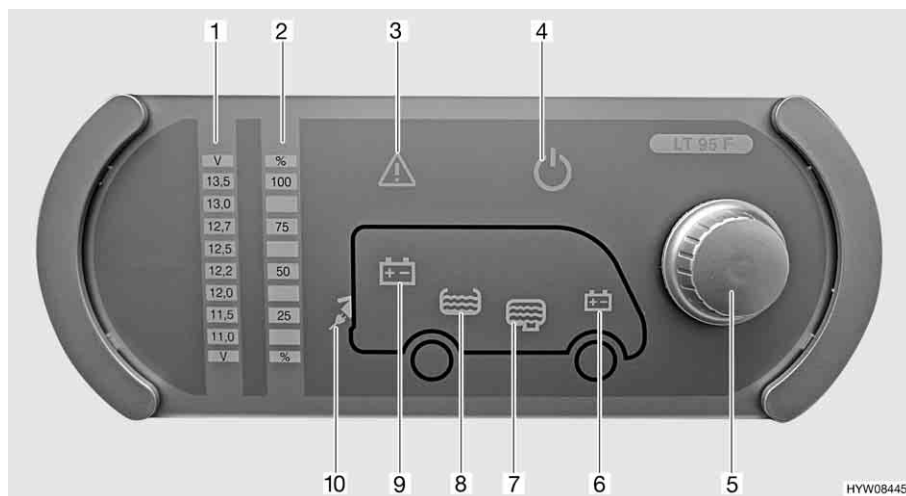

Fig. 98 Pannello di controllo (LT 95)
Il pulsante a rotazione (Fig. 98,5) inserisce o disinserisce il pannello di controllo e l'alimentazione a 12 V dell'abitacolo.
- Premere il pulsante a rotazione (Fig. 98,5): L'alimentazione a 12 V dell'abitacolo è inserita. La spia di controllo a 12 V (Fig. 98,4) diventa verde.
- Premere il pulsante a rotazione (Fig. 98,5): L'alimentazione a 12 V dell'abitacolo è disinserita. La spia di controllo a 12 V (Fig. 98,4) si spegne.
Mediante il pulsante a rotazione (Fig. 98,5) si possono interrogare sia la tensione della batteria dell'abitacolo che la tensione della batteria di avviamento. La tensione viene visualizzata sulla scala indicatore per la tensione della batteria (Fig. 98,1).
- Ruotare il pulsante a rotazione (Fig. 98,5), finché si accende il simbolo della batteria della quale deve essere interrogata la tensione.
Viene indicata la tensione della batteria dell'abitacolo (Fig. 98,9)
Viene indicata la tensione della batteria di avviamento (Fig. 98,6)
- Leggere la tensione sulla scala indicatore della tensione della batteria (Fig. 98,1).
Mediante il pulsante a rotazione (Fig. 98,5) si possono interrogare sia il livello del serbatoio dell'acqua che il livello del serbatoio delle acque grigie. Il livello viene visualizzato sulla scala indicatore livello dei serbatoi (Fig. 98,2).
- Ruotare il pulsante a rotazione (Fig. 98,5), finché si accende il simbolo del serbatoio del quale deve essere interrogato il livello.
Viene indicato il livello del serbatoio dell'acqua (Fig. 98,8)
Viene indicato il livello del serbatoio delle acque grigie (Fig. 98,7)
- Leggere il livello sulla scala indicatore del livello serbatoio (Fig. 98,2).
La spia luminosa Alarm (Fig. 98,3) lampeggia non appena i valori limite fissati vengono superati per eccesso o per difetto.
La spia luminosa Alarm (Fig. 98,3) lampeggia non appena la tensione della batteria scende al di sotto di 11 V. Se l'alimentazione a 12 V è accesa, si accende anche il relativo simbolo della batteria (Fig. 98,6 o 9), e l'indicatore "11,0" sulla scala indicatore della tensione della batteria (Fig. 98,1) lampeggia. Rischio di uno scaricamento totale della batteria.
La spia luminosa Alarm (Fig. 98,3) lampeggia ed il relativo simbolo del serbatoio (Fig. 98,7 o 8) si accende non appena il serbatoio dell'acqua è vuoto o il serbatoio delle acque grigie è pieno.
La spia di controllo a 230 V (Fig. 98,10) si accende quando all'ingresso della centralina elettrica è presente una tensione di rete.